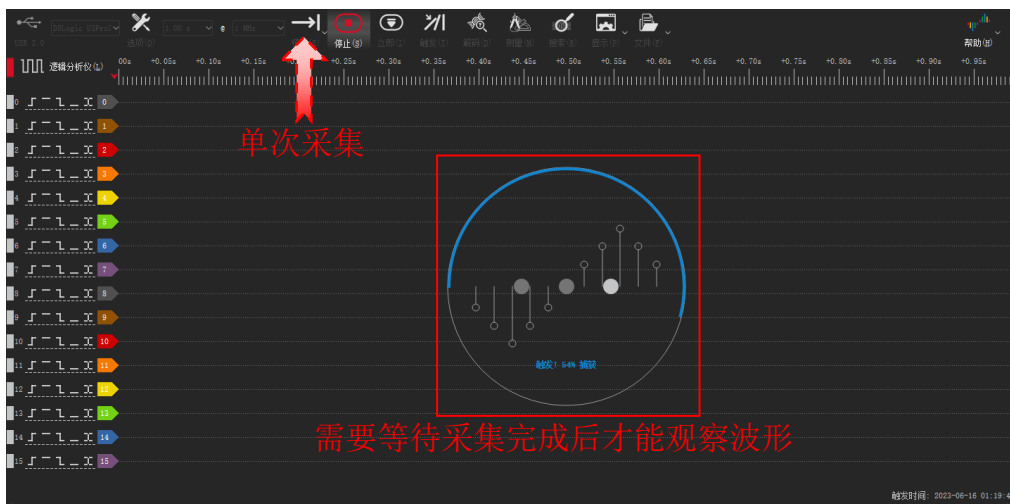

图 2-26
**单次采集：**如下图（图 2-26）所示，在这个模式下，采集操作只会被执行一次。当采样时长达到时，DSView 将停止采集，并将采集的波形数据上传至 DSView 显示。